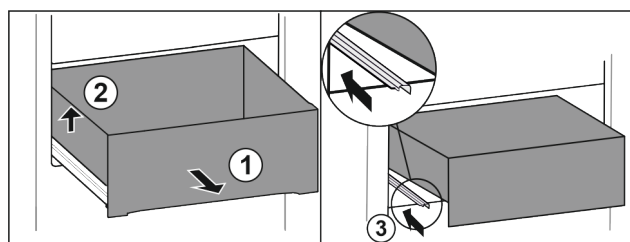

Fig. 77
- ▶ Træk skuffen ud indtil anslag. Fig. 77 (1)
- ▶ Løft skuffen i venstre side. Fig. 77 (2)
- ▶ Skub den venstre skinne ind. Fig. 77 (3)